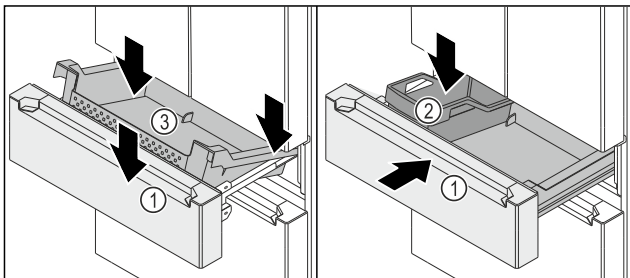

Fig. 128
- Auszugswagen Fig. 128 (1) ist herausgezogen.
- ▶ Behälter Fig. 128 (3) hinten auf den Schienen rechts und links aufsetzen.
- ▶ Behälter Fig. 128 (3) vorne absenken, sodass Behälter Fig. 128 (3) die Schienen rechts und links umschließt.
- ▶ FlexBox Fig. 128 (2) einsetzen.
- ▶ Auszugswagen Fig. 128 (1) einschieben.